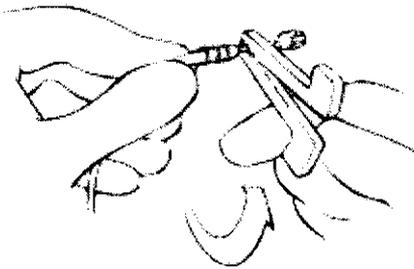

Figura 5. Girando las pinzas de fijación
4. Mientras agarra el cable como se indica en la Figura 5 y asegurándose de que el fiador está totalmente insertado, gire la herramienta en dirección a las agujas del reloj hasta que el electrodo helicoidal esté totalmente expuesto (Figura 5). La exposición máxima del electrodo helicoidal deja ver aproximadamente de 1,5 a 2 vueltas.